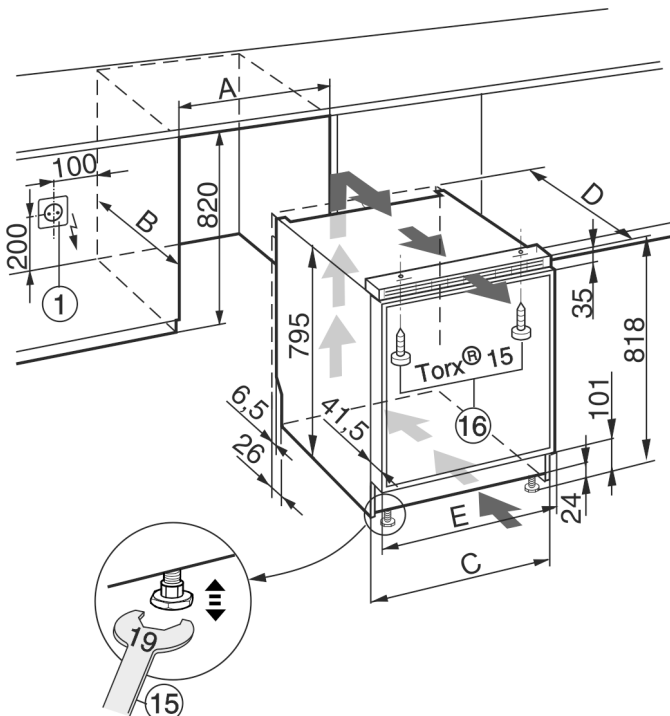

Fig. 12
- Het stopcontact Fig. 12 (1) moet zich naast het apparaat bevinden en goed toegankelijk zijn.
- ▶ Apparaat aan de stelpoten met behulp van de meegeleverde steeksleutel Fig. 12 (15) uitlijnen.
- ▶ Apparaat met meegeleverde schroeven Fig. 12 (16) boven aan het aanrecht resp. de keukenkastjes bevestigen.